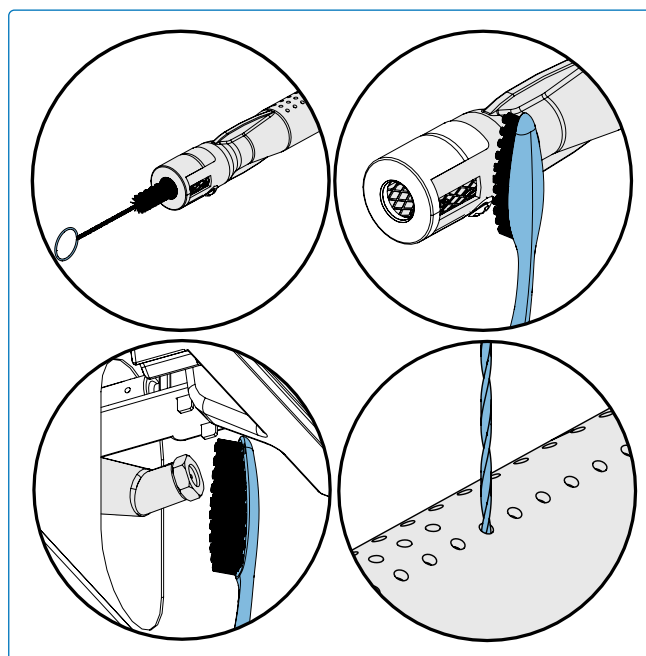

Fig. 15
2. Limpie el interior del quemador utilizando un cepillo flexible para tubos venturi. Sacuda los residuos sueltos del quemador a través de la entrada de gas (**Fig. 15**).